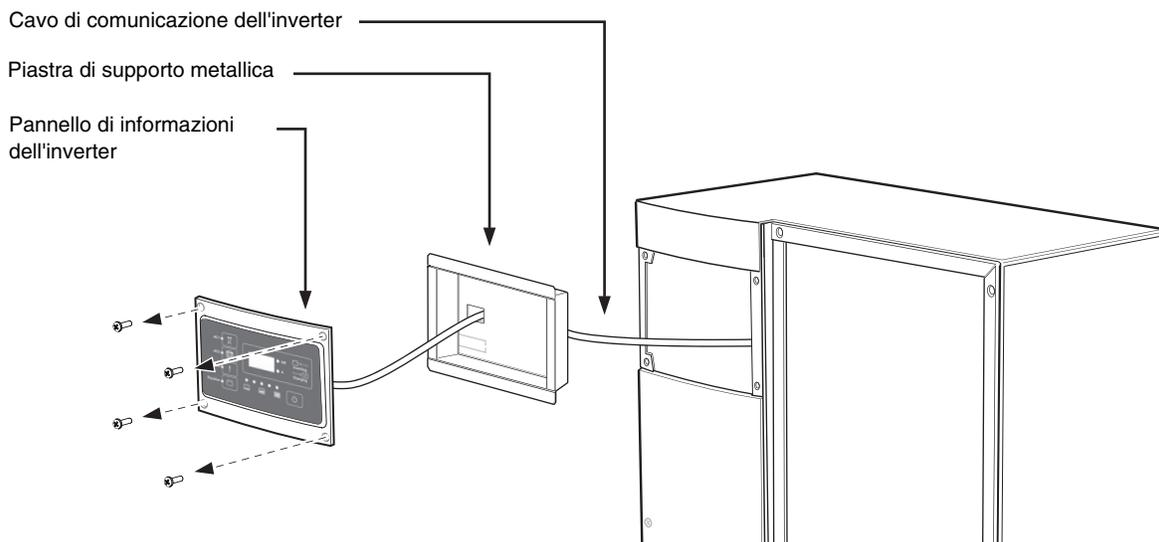

Figura 5-2 Rimozione del pannello di informazioni dell'inverter
2. Rimuovere le quattro viti dal pannello di informazioni dell'inverter, come mostrato nella Figura 5-2.